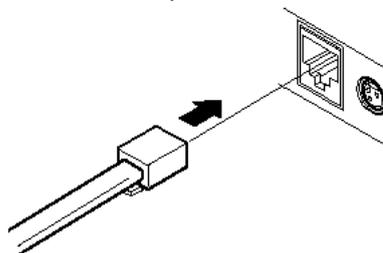

Рисунок 5 Подключение денежного ящика
2. Подсоедините вилку кабеля денежного ящика к соответствующему разъёму на задней панели принтера (см. Рис. 5).